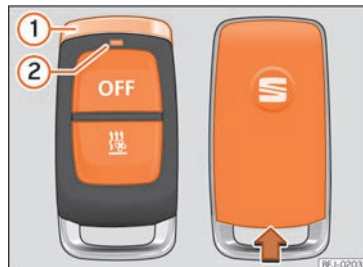

Fig. 152 Aquecimento estacionário: comando à distância por radiofrequência.
Quando se pressionam os botões, o LED do comando à distância **» Fig. 152 2** fornece ao utilizador diversas informações:
- Fixar o comando à distância com o pino cromado » **Fig. 152** ① em posição vertical para acima.
na ranhura da estrutura do comando à distância » **Fig. 152**.
- Desloque a tampa no sentido contrário ao da seta até que encaixe » **Fig. 152**.